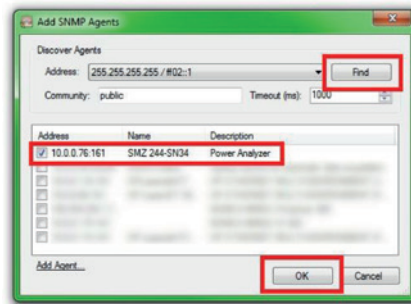

Abbildung 5: PowerSNMP Free Manager — Hinzufügen von SNMP Agents.
1. Klicken Sie im Fenster Add SNMP Agents (Abb. 5) auf die Schaltfläche Find,